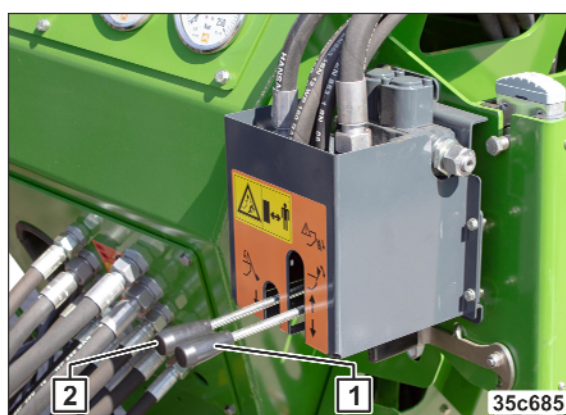

Bild 244
2. Manövrera styrenheten (Bild 244/1).
17. Manövrera styrenheten (se Bild 244/1) och fäll påfyllningsskruven till transportpositionen.